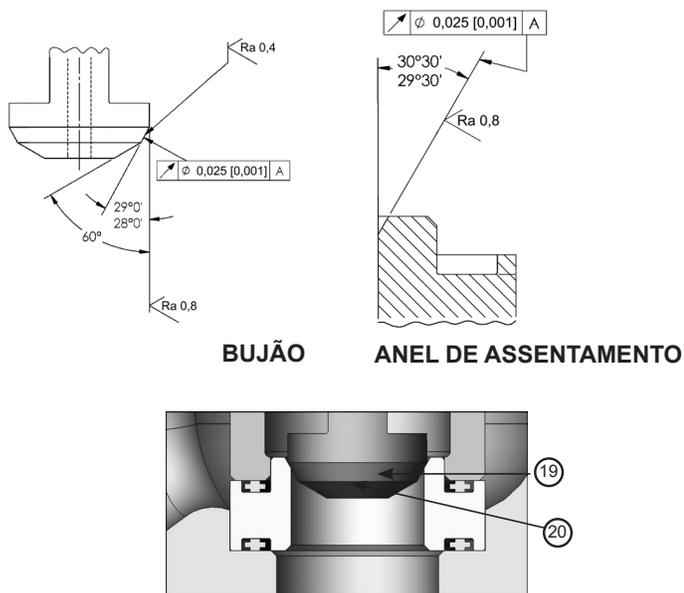

Figura 3: Superfícies de assentamento do bujão e do anel de assentamento
As superfícies de assentamento talvez precisem ser lapidadas para restaurar a integridade necessária da superfície e atender aos requisitos de vazamento da válvula. Uma remoção de metal de, no máximo, 0,015 polegadas (0,4 mm) no bujão e nas superfícies de assentamento é permitida para qualquer tamanho de válvula. Verifique se os ângulos de assentamento nas peças retrabalhadas estão dentro das tolerâncias especificadas, conforme mostrado na figura 3 abaixo. As peças que necessitarem de mais remoção do metal para serem restauradas deverão ser descartadas e substituídas.
5. Monte o revestimento (18) sobre o anel de assentamento.
6. Use uma ferramenta apropriada na rosca da haste da válvula (21) para permitir rotação manual. As opções para criar uma ferramenta de acondicionamento manual incluem o uso de um cabo em T preso com uma contraporca ou o uso de um pedaço de aço plano com um orifício e várias contraporcas que são presas na haste da válvula (21).
7. Insira o conjunto de bujão (20) e haste (21) no revestimento (18) até que o bujão entre em contato com o anel de assentamento.
8. Faça a lapidação do anel de assentamento (19) girando o bujão (20) em cursos curtos oscilantes. Após 8 a 10 cursos, levante o bujão (20) e repita a operação mais três vezes em incrementos de 90°, 180° e 270° a partir da posição original.
10. Após a lapidação, desmonte as peças para limpá-las e, em seguida, remonte, verificando se os ângulos de assentamento estão dentro da tolerância. Consulte Figura 3.